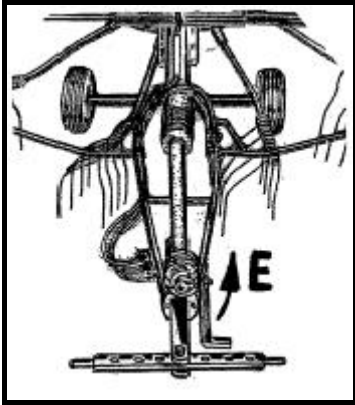

Abbildung 19
4. Abstellstütze nach oben drehen und sichern (Abb. 19, Pos. E).